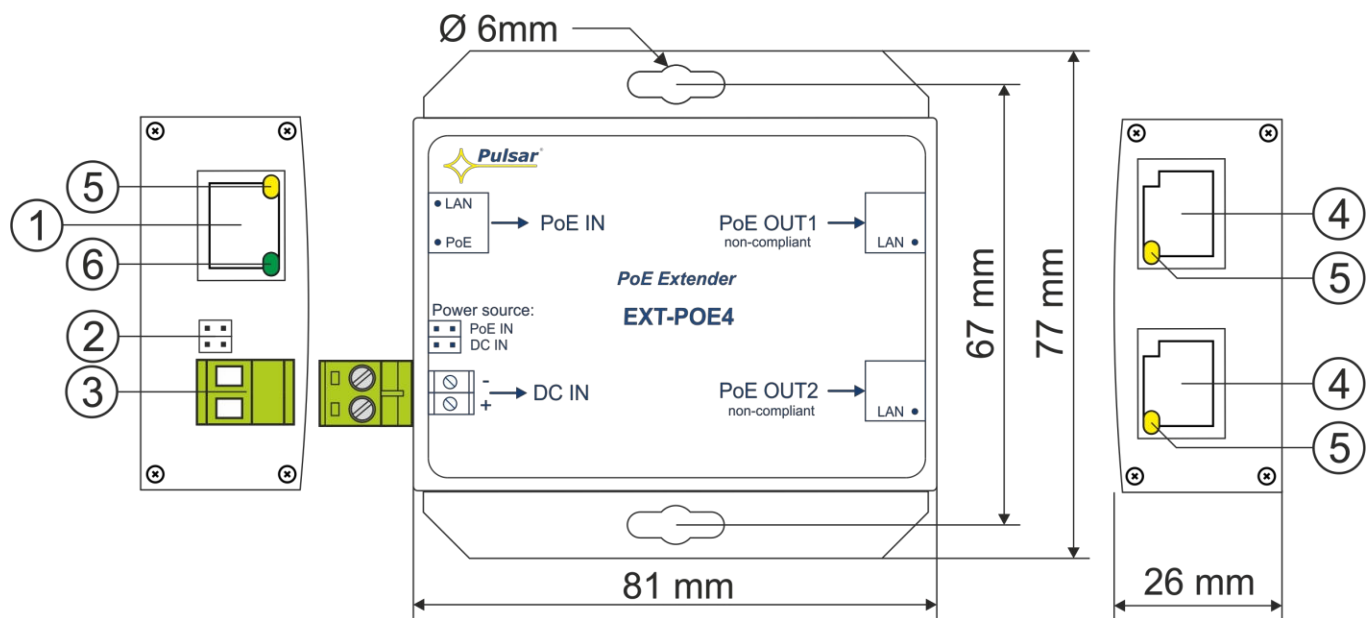

Fig. 2. Vista dell'estensore.
Tabella 1. (Vedi fig. 2)
N. elemento (Fig. 2)	Descrizione